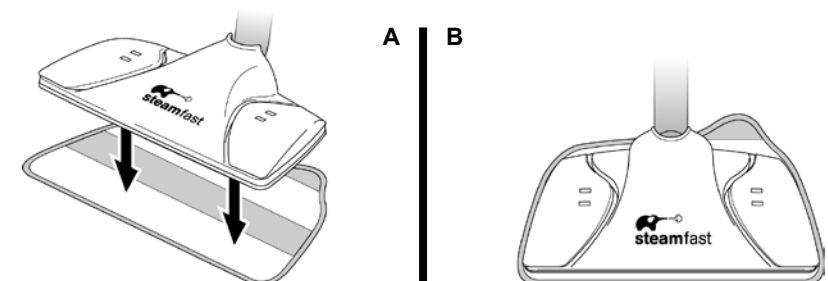

FIGURE 3
2. Placez la Tête du balai au-dessus du Tampon en microfibre. Assurez-vous que la Tête du balai est orientée en fonction du tampon, comme illustré, et aussi bien centrée que possible (FIGURE 3-A).
3. Pressez fermement la Tête du balai contre le Tampon en microfibre. Les bandes adhésives se fixeront aux griffes à tampon sous la Tête du balai. Le Tampon en microfibre devrait maintenant être fixé et prêt à l'emploi (FIGURE 3-B).